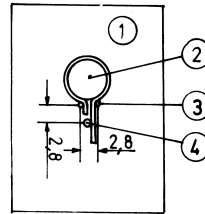

Abb. 11: Biegen auf Biegeeinrichtung:
3. Biegen auf Vorrichtung (Abbildung 11) Um Bolzen biegen und beidrücken mit kleinem Schraubenzieher. Enden zwischen zwei 0,5mmStifte legen und um 1 -mm-Stift Öse biegen.